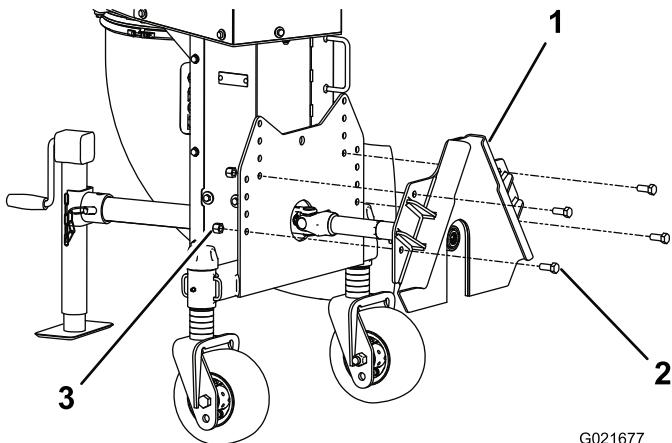

Figura 11
2. Instale la placa de montaje en el bastidor del soplador de residuos con 4 pernos (1/2" x 1 1/4") y 4 contratuercas (1/2") (Figura 11).